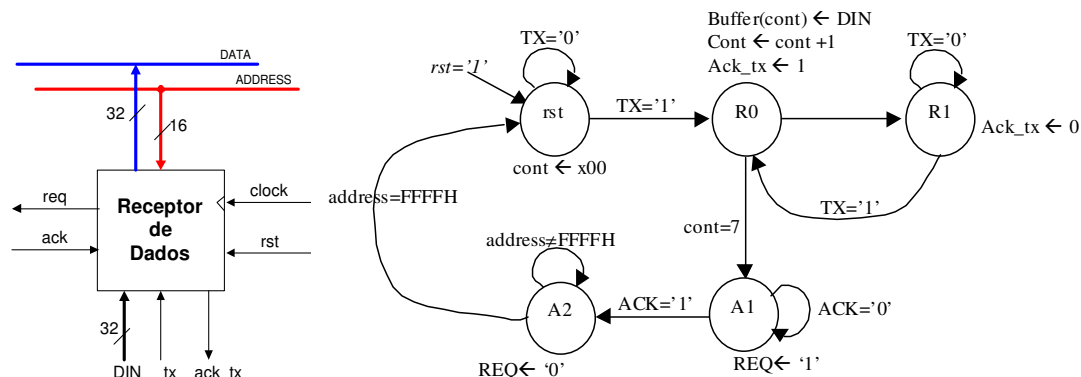

Figura 1 - Interface externa do receptor de dados e principais componentes internos (bloco de dados).
5. A partir do diagrama de esquemáticos abaixo, gere uma descrição VHDL com a mesma funcionalidade, sob a forma de um par entidade-arquitetura. Não se esqueça de definir as entradas e saídas corretamente. Para facilitar, a saída está marcada com (O) e entradas com (I). Todos os fios são simples, e não barramentos. Caso necessite, defina sinais internos e anote-os no esquemático.
9. Considere o circuito “Receptor de Dados”, ilustrado na Figura 1. A operação deste circuito é a seguinte: